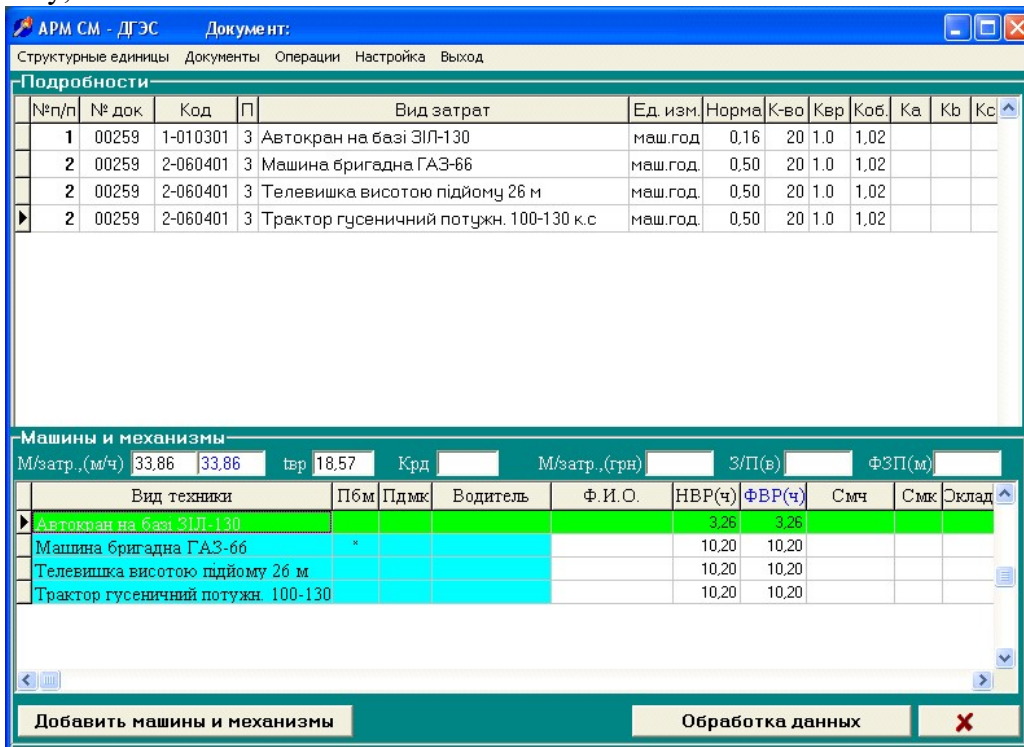

Рис.6.14
- установите курсор на строку, где указана машина, которая будет использоваться, и нажмите клавишу **F3** на клавиатуре ПК. При этом данная строка окрасится в зеленый цвет Рис. 6.14;